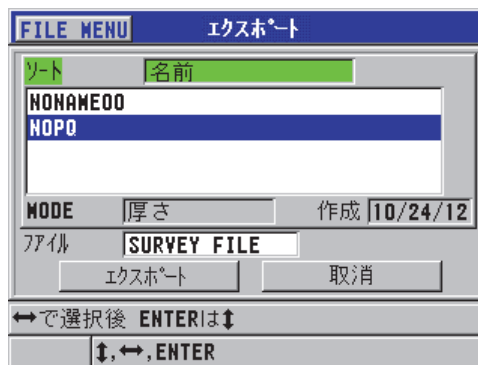

図 11-2 エクスポート画面
4. エクスポート画面で、以下の操作を行います（204 ページの図 11-2 を参照）。